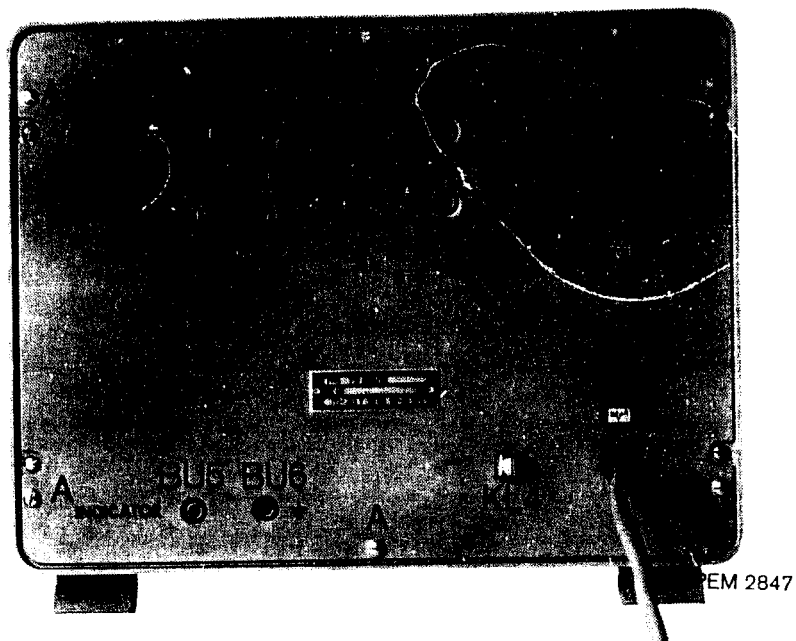

Abb. 1. Rückansicht
2. Sollte die an dem Gerät eingestellte Spannung — zu ersehen in dem auf der Rückseite befindlichen runden Fenster C (Abb. 1) — nicht mit der örtlichen Netzspannung übereinstimmen, so wird nach dem Lösen der Befestigungsschrauben A die Rückwand abgenommen, der runde Spannungswähler herausgezogen, gedreht, bis die gewünschte Spannung oben steht und wieder hineingedrückt.
3. Bei einer Netzspannung von 110 – 145 V muss die 0,16-A-Sicherung, T nach CEE-Norm, durch die mitgelieferte 0,315-A-Sicherung, T nach CEE-Norm, ersetzt werden (VL 1, Abb. 1).
„INDICATOR” (Abb. 1)
(Abb. 1)